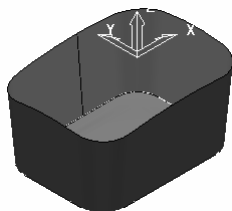

图 2-289 打开范例文件
2) 选择下拉菜单中的“文件”→“打开项目”命令, 弹出“打开项目”对话框, 选择“exercise28” (“随书光盘: \第 2 章 \exercise28\uncompleted\exercise28”) 文件, 如图 2-289 所示。